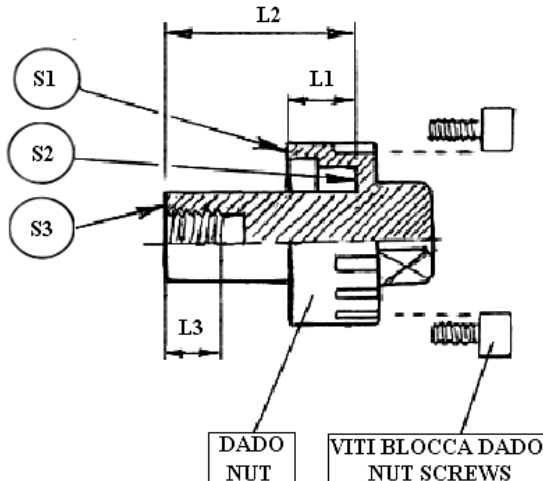

Fig. 7
A differenza del dado standard, questo tipo di dado, quando viene serrato sull'albero motore, deve appoggiare **esclusivamente** sulle due superfici S1 e S2, e viene bloccato mediante 4 elementi: due spine filettate, più una vite centrale fissata con un grano. Quando si monta l'elica occorre effettuare le stesse verifiche descritte per il dado di fig. 7
*Unlike the standard nut, this kind of nut, when it's locked on the motor shaft, must lean **ONLY** to surfaces S1 and S2 and is secured by 4 devices: 2 threaded pins, and a central screw with a dowel. When you mount the propeller on the motor shaft the same nut checking is necessary as previously described for fig. 7*